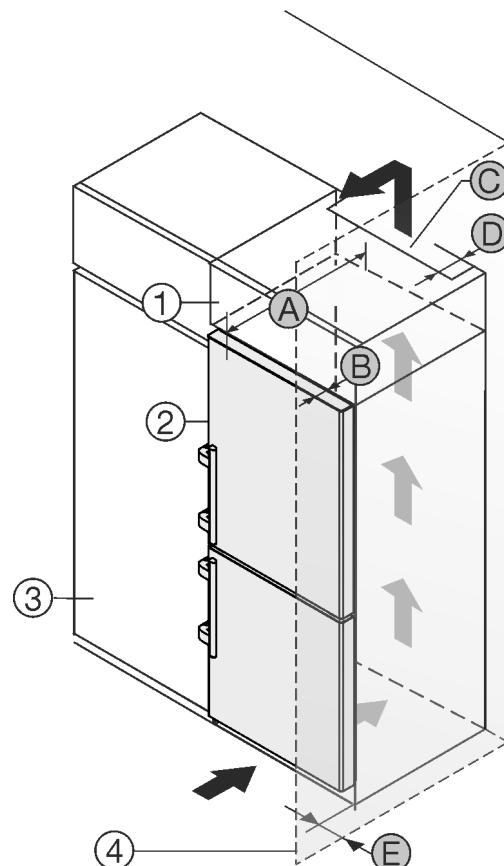

Fig. 2
Ви можете встановити пристрій безпосередньо поряд із кухонною шафою Fig. 2 (3).*
Зі зворотного боку шафи для встановлення на пристрой слід передбачити вентиляційну шафу завглишки Fig. 2 (D) на всю ширину цієї шафи.*
Слід дотримуватись вентиляційного отвору Fig. 2 (C) в стелі приміщення.*
Якщо пристрій із шарнірами встановлюється поряд зі стіною Fig. 2 (4), відстань між пристроєм та стіною повинна бути не менше 57 мм. Це відповідає необхідній відстані для ручки після відкривання дверцят.*
Щоб мати можливість повністю відкривати дверцята, потрібно, щоб пристрій виступав на відстань глибини дверцят Fig. 2 (B) відносно передньої панелі кухонної шафи. Залежно від глибини кухонних шаф Fig. 2 (3) та використання пристінних розпірок пристрій може ще більше виступати вперед.*